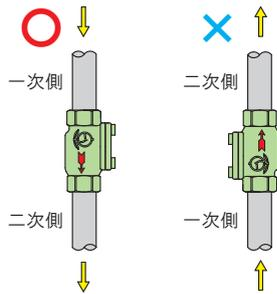

図1. 縦配管への設置
2. 製品を配管に接続する際には、製品の流れ方向を示す矢印と流体の流れ方向を合わせて取り付けてください。なお、縦配管に設置する場合は、上から下への流れとしてください。(図1.参照)